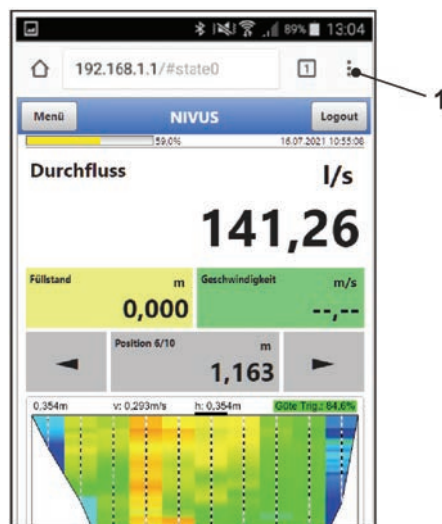
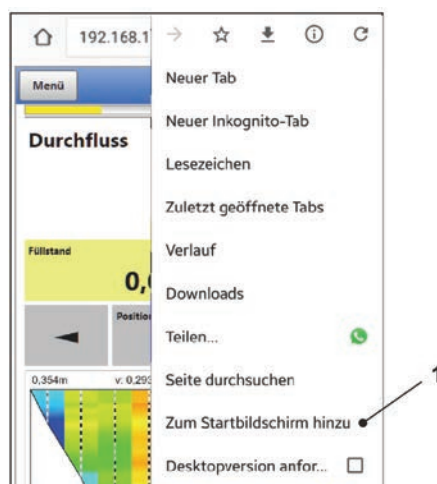

Abb. 26-5 Anzeige NivuFlow Stick-Display im Browser
Abb. 26-6 Zum Startbildschirm hinzu
Nach erfolgreicher Verbindung erscheint das Display des NivuFlow Stick (Abb. 26-5).
8. Zum Einrichten eines Links auf dem „Home-Bildschirm“ (für einen direkten Zugang) das Symbol für weitere Tabs (Abb. 26-5 Pos. 1) und Einstellungen antippen und „Zum Startbildschirm hinzu“ (Abb. 26-6 Pos. 1) auswählen.